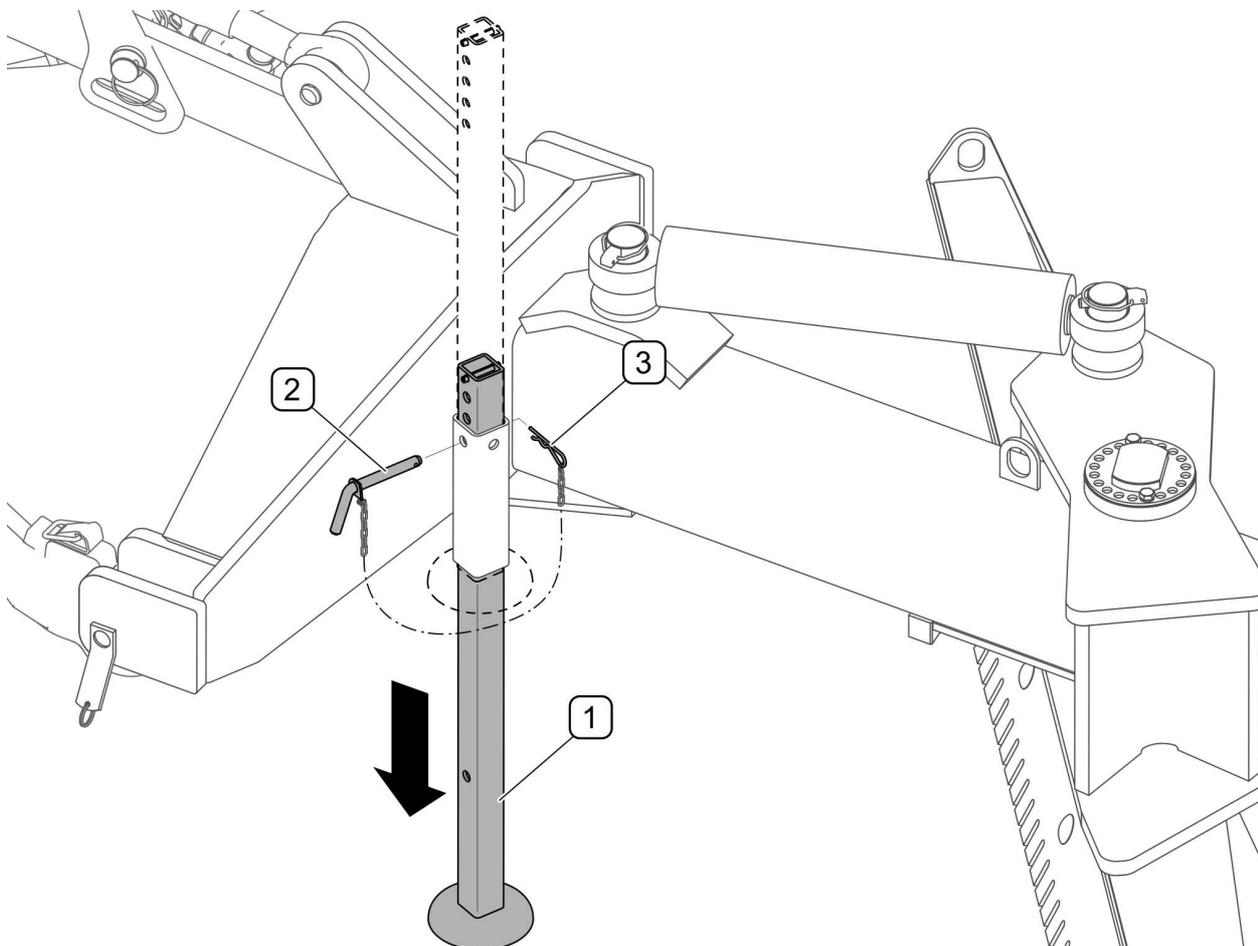

ABBILDUNG 4.5 Herablassen des Stützfußes
- Bei angehobenem Planierschild den Sicherungssplint (3) und den Stift (2) herausziehen.
- Den Stützfuß (1) herausziehen und mit dem Stift (2) und Splint (3) sichern.(ABBILDUNG 4.5)